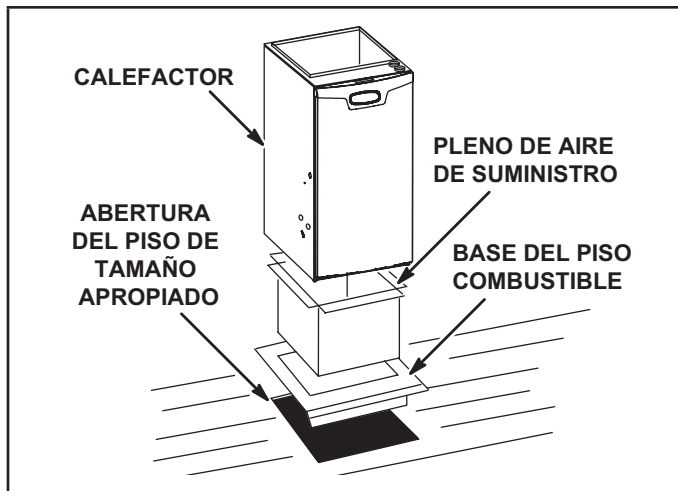

Figura 15
**Instalación sobre un piso combustible, Figura 15**